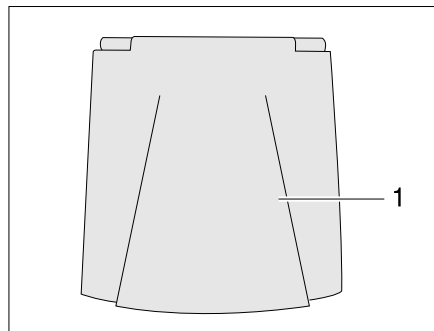

Bild 34 Verschlussklappe für Kraftstoff-Einfüllstutzen
- Verschlussklappe (Bild 34,1) öffnen.
- Schlüssel in Schließzylinder (Bild 34,3) stecken und entgegen dem Uhrzeigersinn drehen.
- Verschlussdeckel (Bild 34,2) abnehmen.